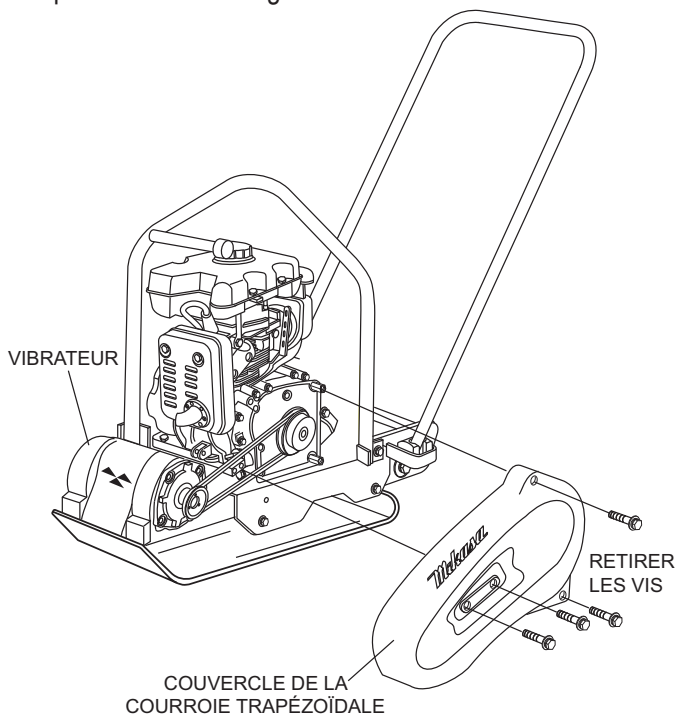

Figure 8. Enlever le couvercle de la courroie trapézoïdale
1. Pour vérifier la tension de la courroie trapézoïdale, retirez les boulons qui gardent le couvercle en place, tel qu'illustré dans la figure 8.